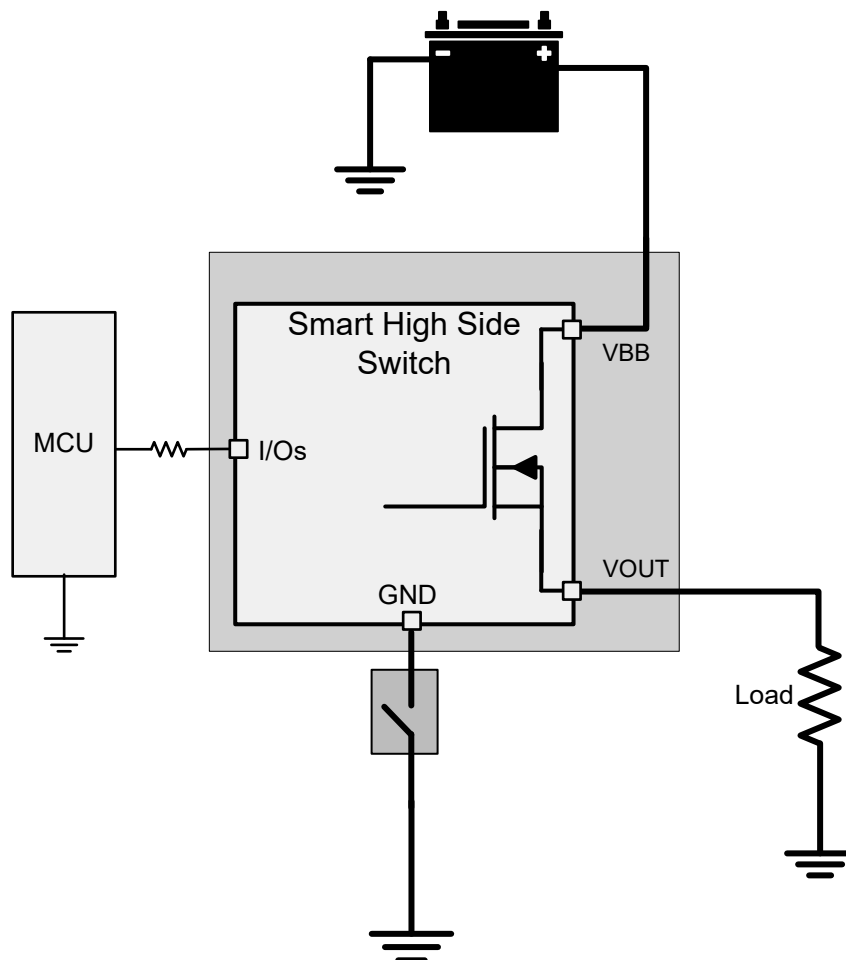

图 8-38. 器件接地失效
**情形 1 ( 器件接地失效 )：**当散热焊盘 ( 接片 )、IC\_GND 接地和电流限制接地是一条连接到系统接地的布线时，接地失效保护将被激活，如 图 8-38 所示。